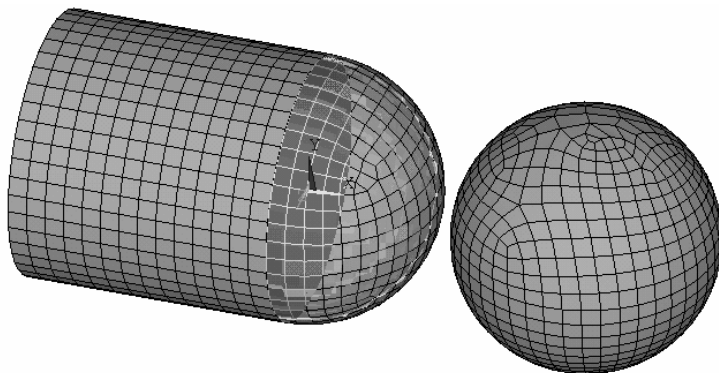

图 4-45 柱壳头部被选中
(2) 选择柱壳头部的球形面,共四块(见图 4-45),然后单击“OK”按钮。